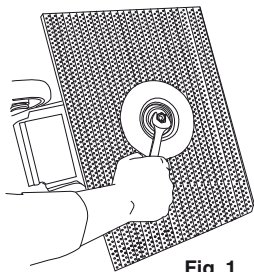

Fig. 1
4. Remove the central screw on the bottom of the pad driver with a 3/4 wrench (Fig.1).
4. Retire el tornillo central en la parte inferior del portacojinete con una llave española de 3/4 (Fig 1).